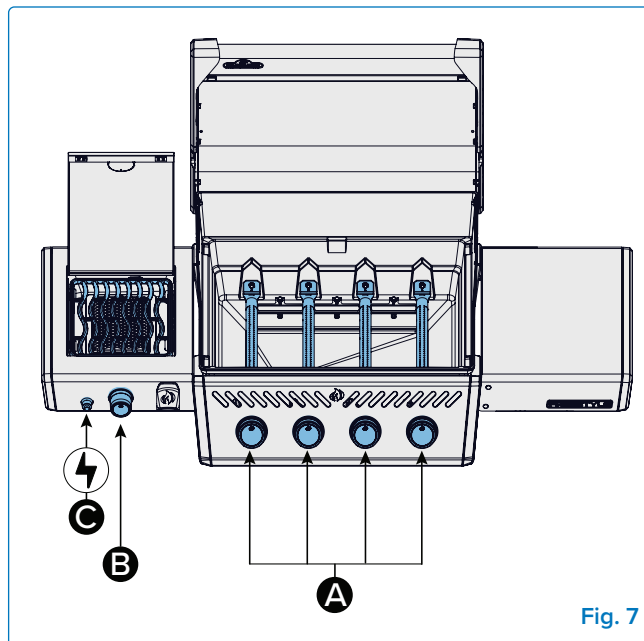
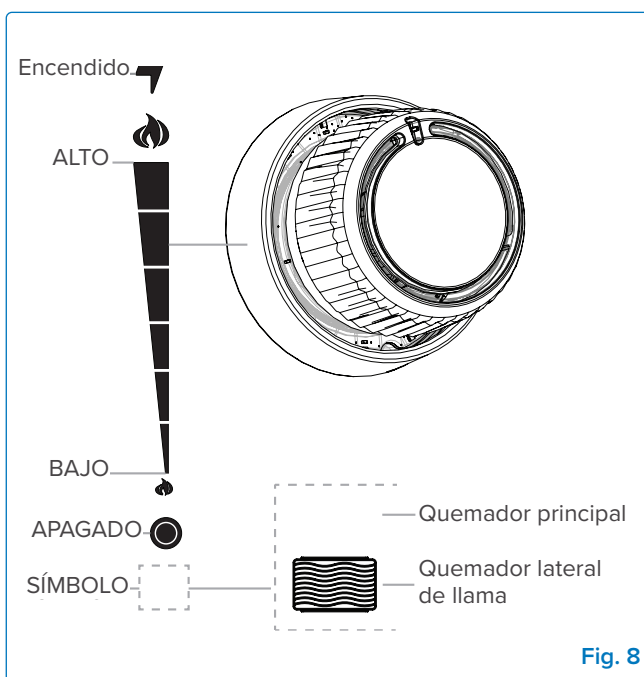
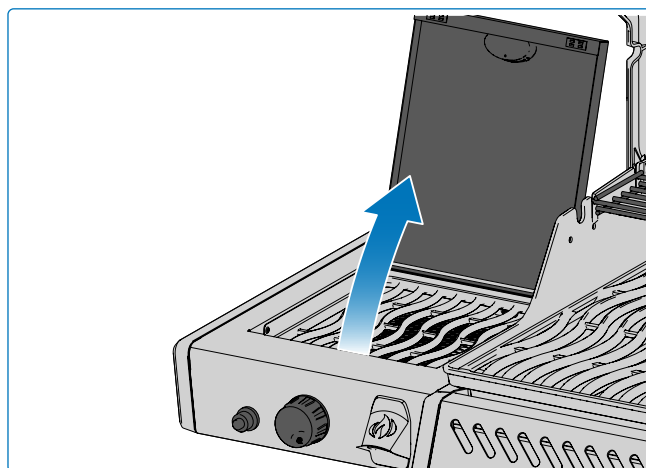

Fig. 7
Fig. 8
Fig. 10
1. Abra la tapa de la parrilla (**Fig. 7**).
2. Empuje y gire lentamente cualquier perilla del quemador principal en sentido antihorario hasta la posición ALTA hasta que se encienda la luz piloto. Siga presionando el mando de control hasta que se encienda el quemador y luego suéltelo (**Fig. 7-A, Fig. 8**).
2. Presione y gire lentamente la perilla del quemador lateral en sentido antihorario hasta la posición ALTA (**Fig. 7-B, Fig. 8, Fig. 10**).
3. Mantenga pulsado el botón del encendedor hasta que se encienda el quemador, o enciéndalo con una cerilla (**Fig. 7-C, Fig. 10**)